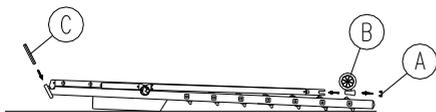

Fig.41
- (fig. 41) poggiare la scala a terra con il tronco di salita rivolto verso il basso
- (fig. 41) togliere l'imballo, togliere i 2 tacchetti in plastica **A**) posti all'estremità inferiore del tronco di sostegno, innestare la base **B**) tenendo le ruote rivolte verso l'alto, reinserire i 2 tacchetti e bloccare con le 2 viti M6x70 + dadi autobloccanti facendo uso delle 2 chiavi in dotazione
- (fig. 41) innestare la vaschetta portaoggetti **C**) all'estremità superiore del tronco di salita e bloccarla con le 2 Viti M6x35+ dadi autobloccanti.